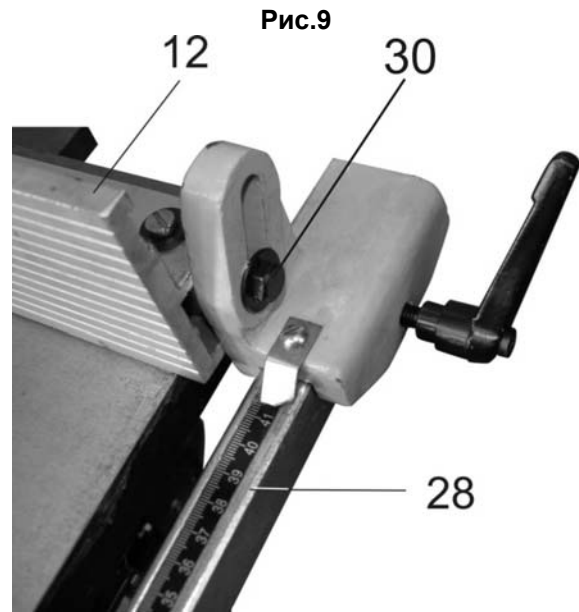

Рис.10
8.2.10. При использовании строгальной операции защитный кожух крепится в зажиме направляющей планки (12), Рис.10.